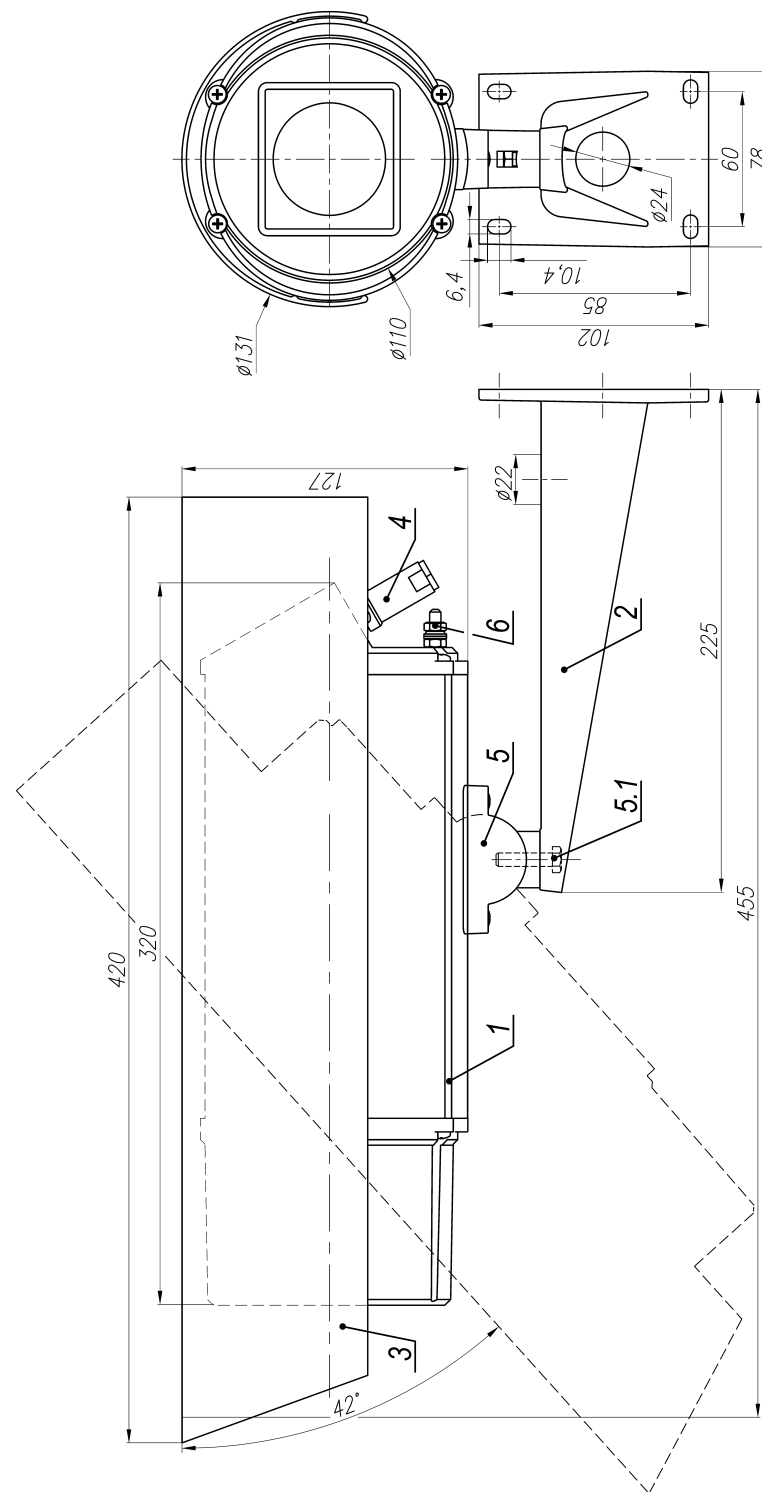

Рис.1 Состав и габаритно-установочные размеры ТВК-90 IP
3. Ослабив болт фиксации шарнира (поз.5.1 рис.1), установить гермобокс на нужное направление обзора, после чего надежно зафиксировать шарнир затянув болт.
3. Заземлить гермобокс с помощью болта заземления (поз.6 рис.1).
**Состав изделия:** (см. рис.1)